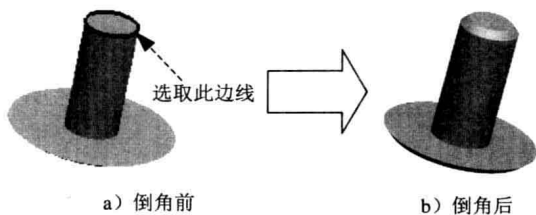

图 1.7 创建倒角特征 1
Step4. 创建图 1.7 所示的倒角特征 1, 相关操作如下: